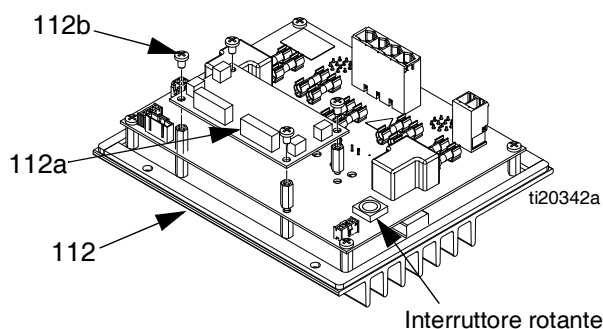

FIG. 46
1. Impostare l'interruttore rotante MZLP su "1" sul modulo MZLP con la scheda figlia. Impostare l'interruttore rotante MZLP su "2" o "3" sul modulo MZLP senza scheda figlia, in base alla posizione. Vedere FIG. 46 per la posizione dell'interruttore rotante.